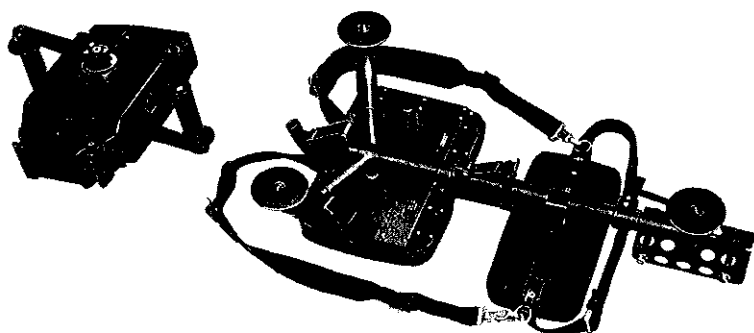

Bild 13. Lossa generatorns sittställning
- a. Lossa sittställningen (bild 13).